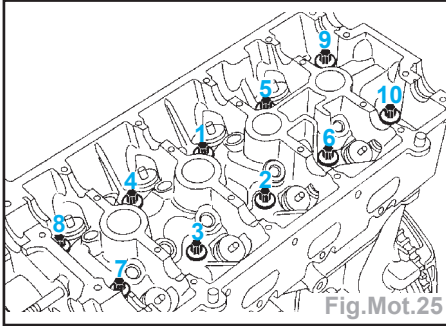

Fig.Mot.25
- Serrer dans l'ordre les vis de fixation de la culasse à 2 daN.m (Fig.Mot.25).